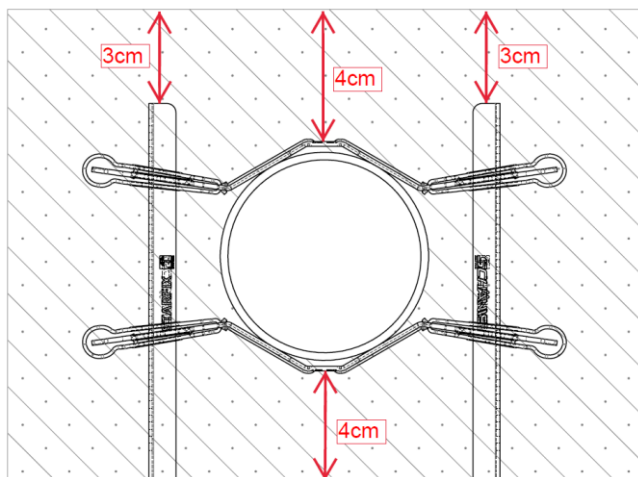

Figure 1
- 2.1 Les conduites doivent se trouver à une distance minimum de 4 cm par rapport au plafond et au sol, afin que les valeurs acoustiques minimales soient atteintes (voir figure 1).
- 2.7 Les longueurs de pieds doivent être sélectionnées de manière à ce que les extrémités des pieds se trouvent (voir fig. 1).